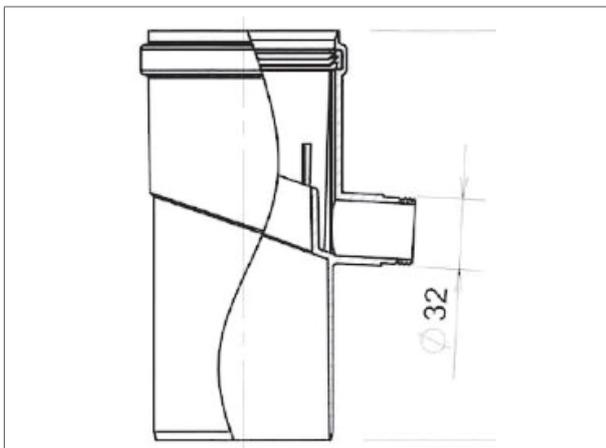

Figure 22 - Récupérateur de condensats
- Ajouter un récupérateur de condensats (figure 22).